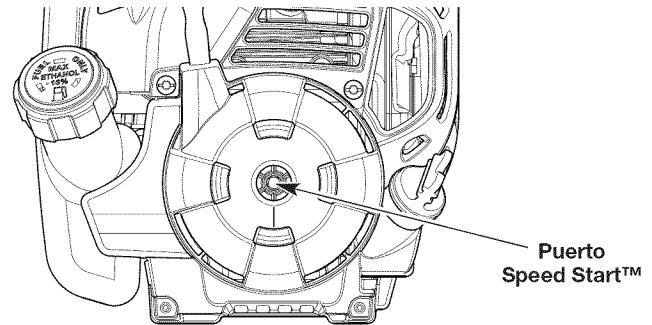

Fig. 12
6. Inserte el accesorio Speed Start™ en el puerto Speed Start™ (Fig. 12). Consulte la sección *Funcionamiento* del manual del operador del accesorio Speed Start™.